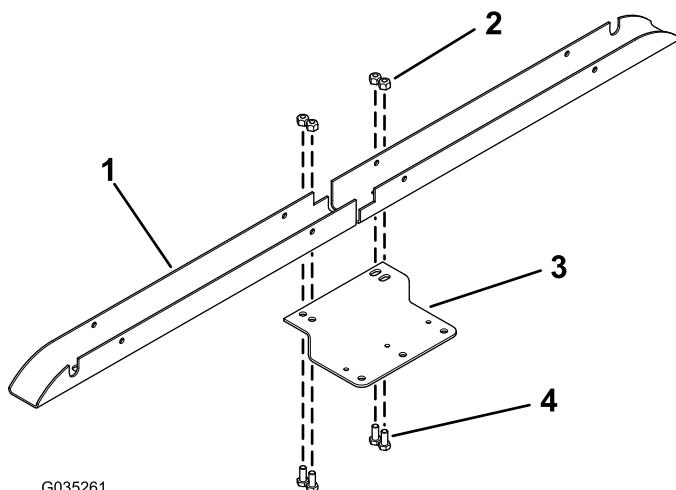

图3
1. 如图3 所示，用 4 个六角头螺栓 (5/16 x 3/4 英寸) 和 4 个锁紧螺母 (5/16 英寸) 将工作灯支架安装到 2 个灯具安装槽。